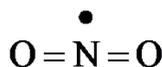

Рис. 6.18.
Валентность атома азота в NO_2 IV, частица представляет собой радикал (рис. 6.18). Из-за этого при охлаждении NO_2 димеризуется. Димер бесцветен, поэтому при охлаждении бурая окраска оксида азота (IV) бледнеет (а при нагревании – усиливается (рис. 6.19), жидкий оксид почти бесцветен.